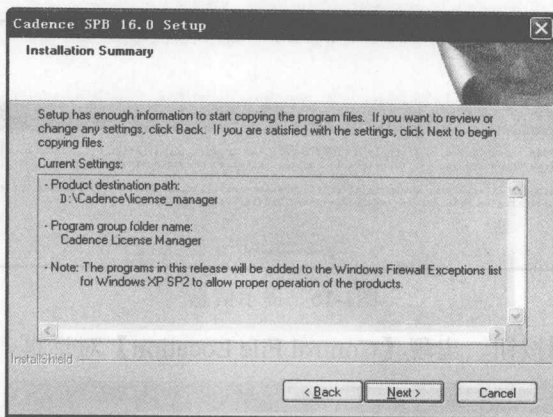

图1-11 安装概览窗口
(7) 单击 **Next >** 按钮，出现安装概览窗口，如图 1-11 所示。